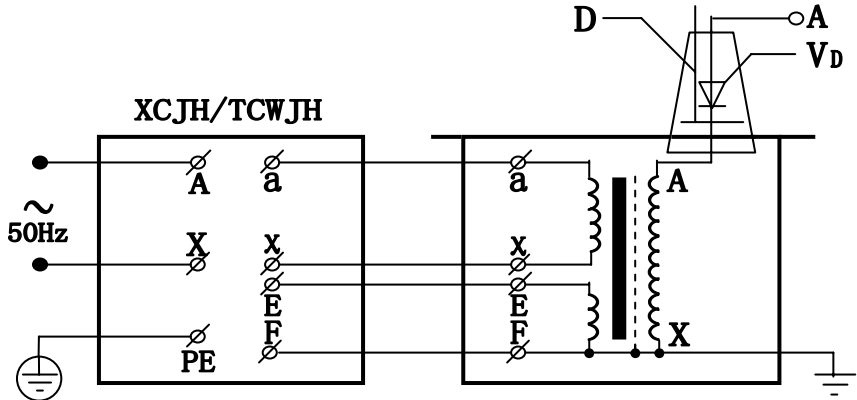

图 4：单台 TE-ODT 交直流试验变压器原理图
2、 单台 TE-ODT 试验变压器的工作原理图见图 4，图中高压套管中装有高压硅堆，串接在高压回路中作半波整流，以获得直流高电压。当用一短路杆将高压硅堆短接时，可获得工频高电压，作为交流输出状态；取消短路杆时，作为直流输出状态。